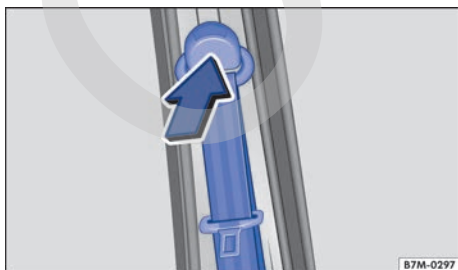

Fig. 64 Junto a los asientos delanteros: regulador de la altura del cinturón.
- Presione el dispositivo de reenvío en el sentido de la flecha y manténgalo en esta posición → fig. 64.